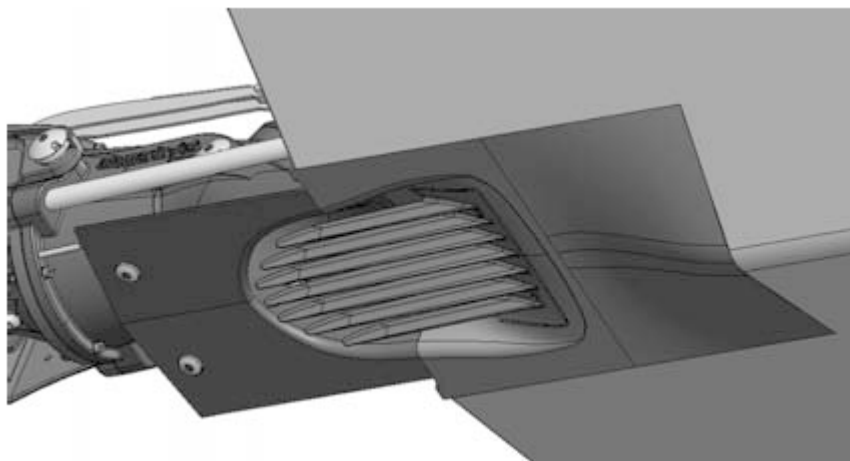

Figura 32. Controllo della griglia
2. Controllare la griglia (figura 32).